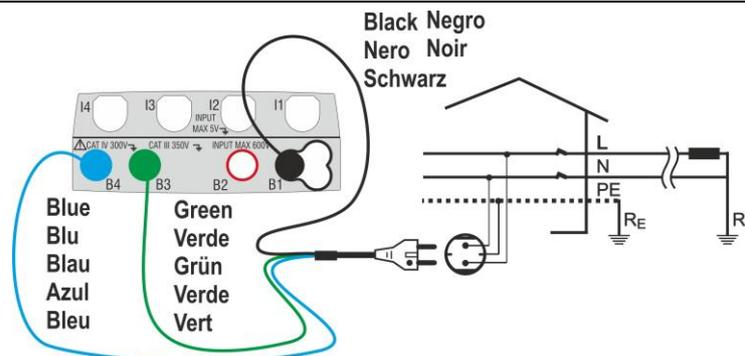
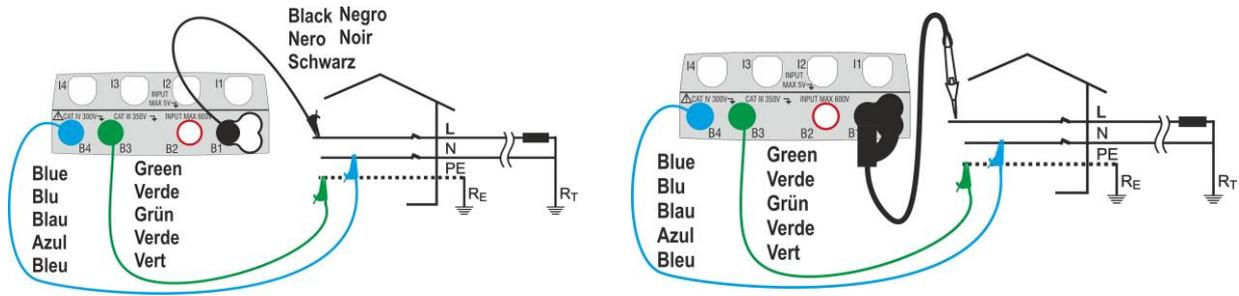
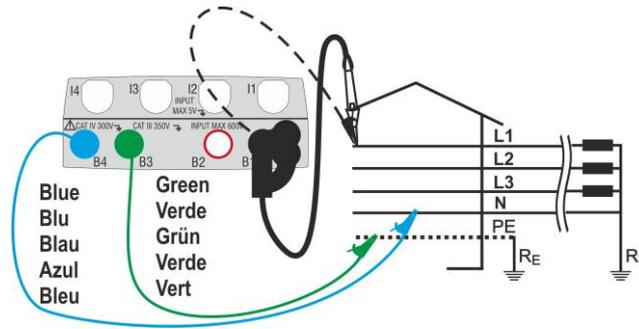
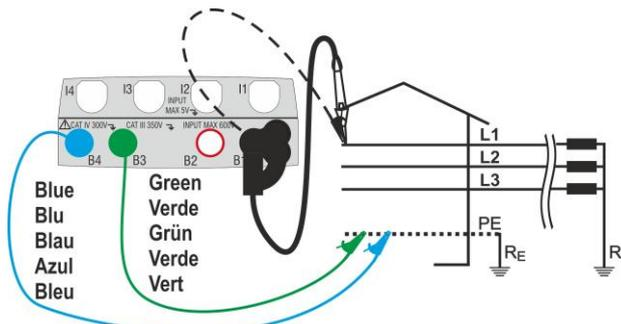

Fig. 17: Medida L-N/L-PE en instalaciones monofásicas mediante toma shuko
Fig. 18: Medida L-N/L-PE mono/bifásicas con cables y punta remota
Fig. 19: Medida L-N/L-PE en trifásicas con cables y punta remota
Fig. 21: Medida L-PE/L-N en instalaciones trifásicas (no N) con cables y punta remota
4. Conecte la toma shuko, los cocodrilos o la punta remota a la red eléctrica de acuerdo con las Fig. 17, Fig. 18, Fig. 19 y Fig. 21
4. Desconecte, cuando sea posible, todas las cargas conectadas aguas abajo del punto de prueba en cuanto la impedancia de dichas cargas podría influenciar los resultados de la prueba. Conecte la toma shuko, los cocodrilos o la punta remota a la red eléctrica de acuerdo con las Fig. 17, Fig. 18, Fig. 19 y Fig. 21 en el punto más cercano de las protecciones